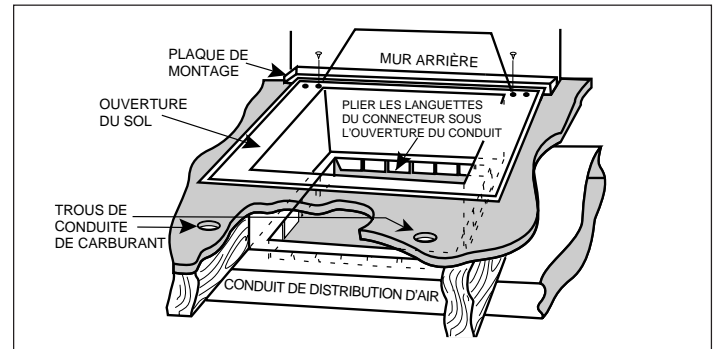

Figure 15. Connecteur du conduit
- a. Mettre en place la plaque de montage (fournie dans le connecteur de conduit), à l'arrière de l'ouverture du sol (voir la figure 15).
- a. Mettre en place le connecteur du conduit dans l'ouverture du sol, avec les languettes inférieures dépassant dans l'ouverture du conduit (voir la figure 15).